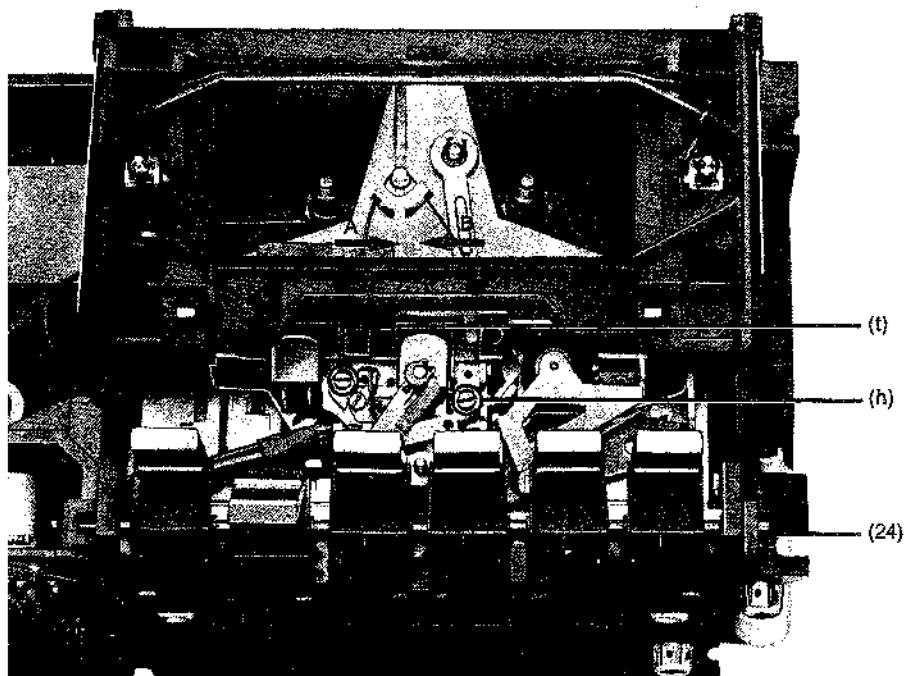

Bild 2
### **3.8 Laufwerk ausbauen [Bild 2, 5]**
- Bild 2:
- Achse (24) ganz herausziehen.